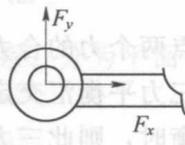

图 1-11 中间铰链约束
① 中间铰链约束：用中间铰链约束的两物体都能绕接触点发生相对转动。其约束反力用过铰链中心两个大小未知的正交分力来表示，见图 1-11。